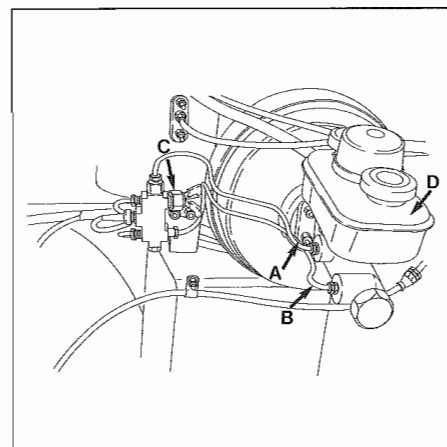
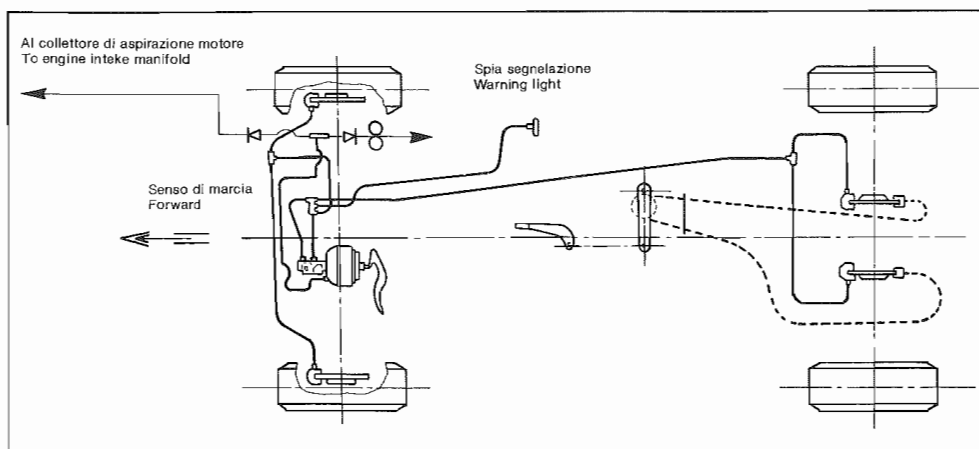

Fig. 18 - A - Tubo mandata olio - Oil delivery pipe
Fig. 17
La vettura è dotata di un dispositivo che segnala la differenza di pressione eventualmente esistente tra il circuito frenante anteriore e quello posteriore (**Fig. 17**). Il segnalatore è collocato alla destra del servofreno nel vano motore (**Fig. 18**).
The car is equipped with a device to indicate pressure falls that can occur between front and rear brake circuits (**Fig. 17**). This device is located on the right of brake booster in the engine compartment (**Fig. 18**).
- Rabboccare il livello olio freni nel serbatoio (**Fig. 18**) (vedi pag. 14-1).
- Top up brake fluid in tank (**Fig. 18**) (see page 14-1).
- Staccare i tubi mandata olio A e B (**Fig. 18**).
- Disconnect oil delivery pipe A and B (**Fig. 18**).